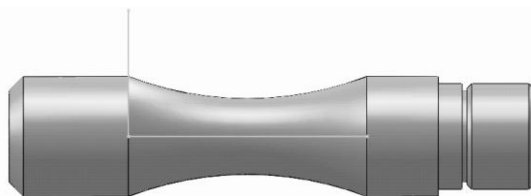

Рисунок 4.4
11. У дереві побудови оберіть передню площину → **Эскиз** → **Линия** і проведіть перпендикулярну лінію довжиною 25 мм, як показано на рис. 4.4 → вийти з ескізу.